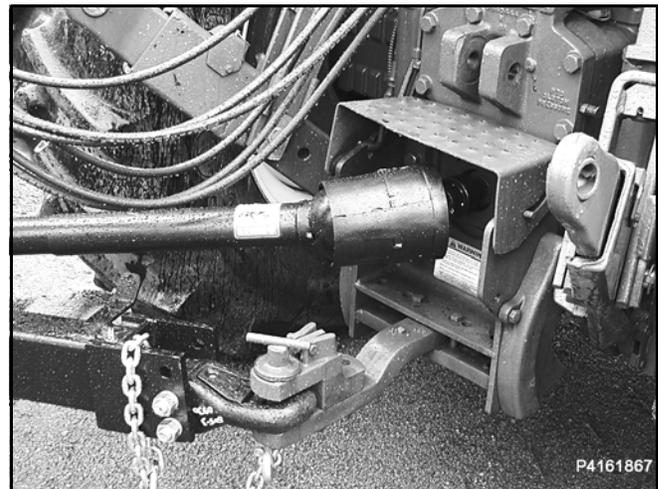

Figura 9. Colar de trava
2. Conecte a transmissão ao trator retraindo o colar de trava. Deslize o garfo sobre o eixo e empurre-o até que o colar de trava faça um clique na posição. Verifique se o garfo está travado na posição. Consulte Figura 9.